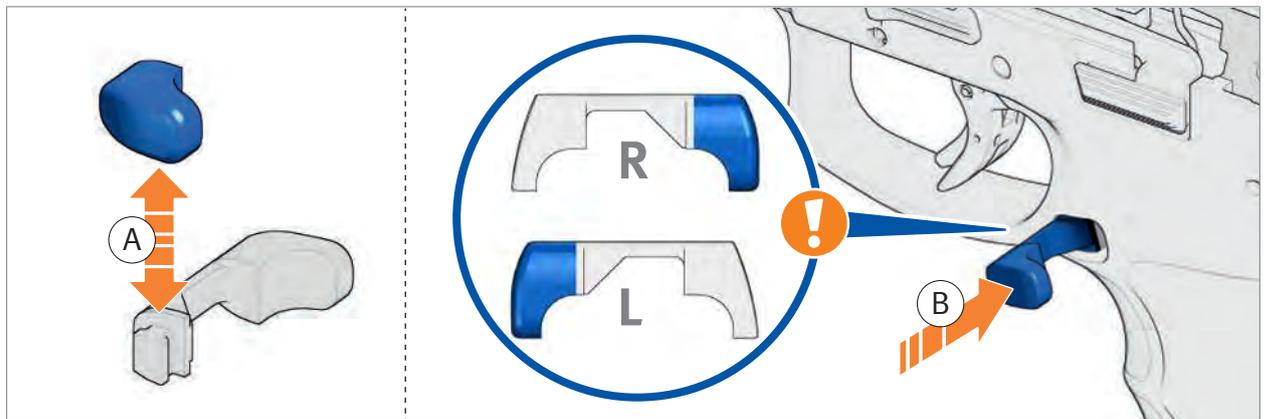

Abb. 31: Push-Button umbauen
2. Push-Button umbauen (Abb. 31).
3. Push-Button einsetzen (Abb. 31).